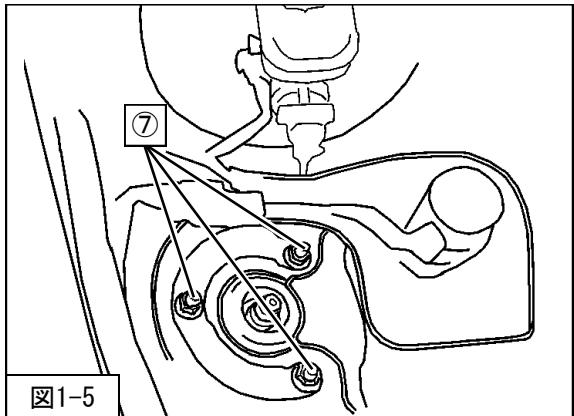

図1-5
6. ⑦フロントサスペンションASSYアッパー取付ナットを取り外してください。(図1-5)